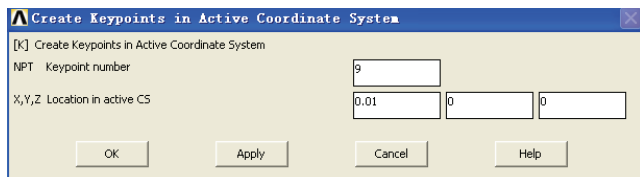

图 5-224 创建关键点对话框
2) 选择 Main Menu | Preprocessor | Modeling | Create | Keypoints | In Active CS 命令, 出现 Create Keypoints in Active Coordinate System 对话框, 在 NPT Keypoint number 输入栏中输入关键点编号 9, 在 X,Y,Z Location in active CS 输入栏中依次输入关键点坐标值 0.01、0、0, 如图 5-224 所示, 单击 Apply 按钮, 在 NPT Keypoint number 输入栏中输入关键点编号 10, 在 X,Y,Z Location in active CS 输入栏中依次输入关键点坐标值 0.03、0、0, 单击 OK 按钮关闭该对话框。